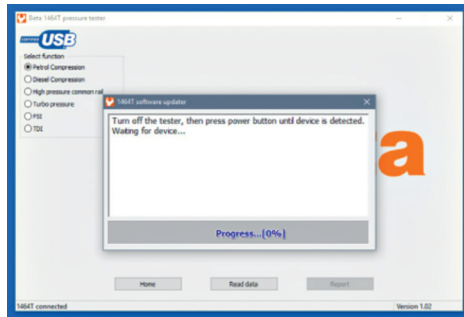
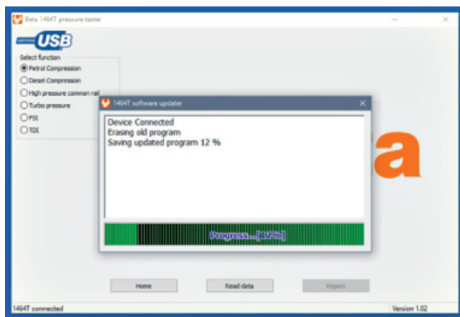

Fig. 5
Fig. 6
- El mensaje siguiente (vea fig. 5) dirá que se apague el tester y que se mantenga pulsada la tecla de encendido hasta que el PC detecte el tester. **En esta fase es sumamente importante mantener pulsada la tecla de encendido (durante aproximadamente 6 segundos) hasta que el PC detecte la presencia del tester en modo actualización (vea fig. 6).**
- Tras detectar el tester, arrancará el proceso de actualización (vea fig. 6).